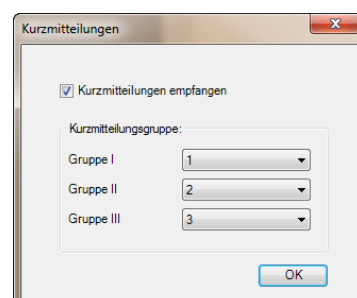

Abb. 24: TCS-Kurzmitteilung aktiviert
- ▶ Klicken Sie auf das Symbol *TCS-Kurzmitteilungen* in der Konfigurationssoftware *configo™ (1)*.
- ▶ Aktivieren Sie die Option *Kurzmitteilungen empfangen* (Abb. 24).